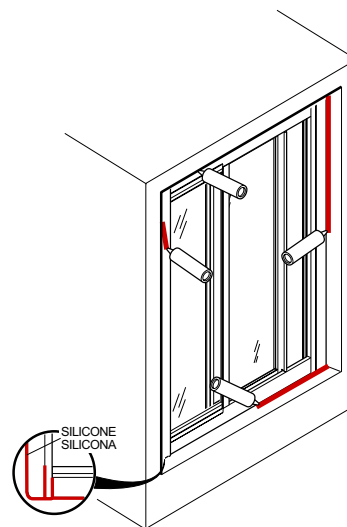

FIG. 9
- Seal on the outside of the door with silicone as shown in Fig. 9. **Do not apply silicone on the inside of the shower, between the bottom rail and the shower base, or water will be trapped under the rail.**
- Appliquez de la silicone du côté extérieur de la porte tel qu'illustré à la Fig. 9. **N'appliquez pas de silicone à l'intérieur de la douche, entre la base et la porte de douche, cela causerait des fuites.**
- Selle la puerta por la parte exterior con silicón, tal como se muestra en la Fig. 9. **No aplique silicona en el interior de la ducha, entre la base y la puerta de ducha, puesto que eso provocaría fugas.**